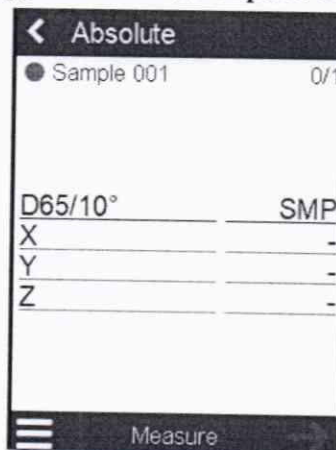

Рисунок 11 – Окно «Absolute»
10.1.4 В главном меню нажать на значок  (см. рисунок 2). Откроется окно «Absolute» (см. рисунок 11). Прокрутить окно до экрана отображения данных.
10.1.6 Для проведения измерений нажать «Measure» в окне «Absolute» (см. рисунок 11) или нажать на кнопку «включение/работа» (см. рисунок 16). На экране появятся измеренные значения. Провести измерения координат цвета и координат цветности 5 раз.
10.2.5 В главном меню нажать на значок  (см. рисунок 2). Откроется окно «Absolute» (см. рисунок 11). Прокрутить окно до экрана отображения данных измерений по блеску.